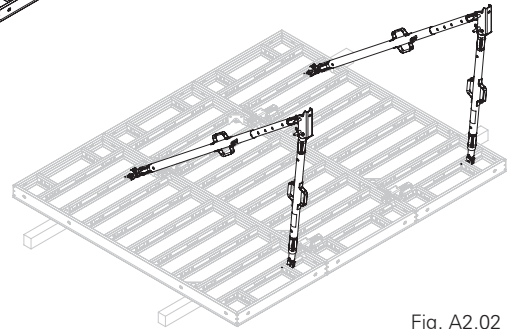

Fig. A2.02
2. Montare i supporti di stabilizzazione secondo la larghezza d'influenza valida. (Fig. A2.02)